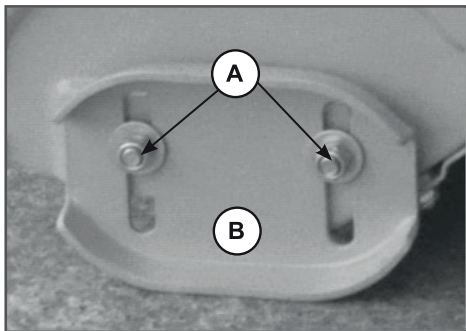

Рис. 27
2. Ослабьте гайки крепления полозка (А), Рис. 27) и установите полозок (В) на необходимую высоту. Снова затяните гайки.